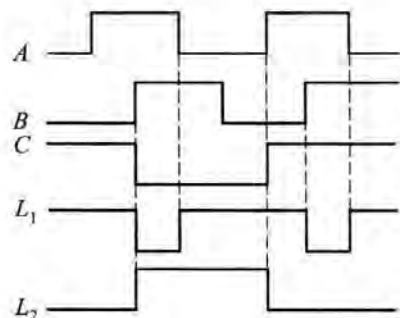

图 2.3.12
(3) 画 TTL 门电路输出波形如图 2.3.12 所示。